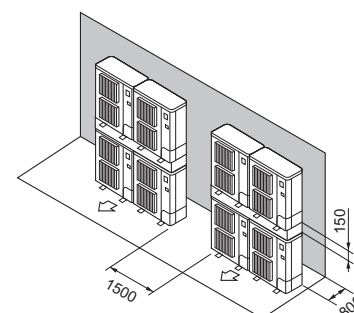

Fig. 3-17
- ⑦ Uppställning med staplade enheter (Fig. 3-17)